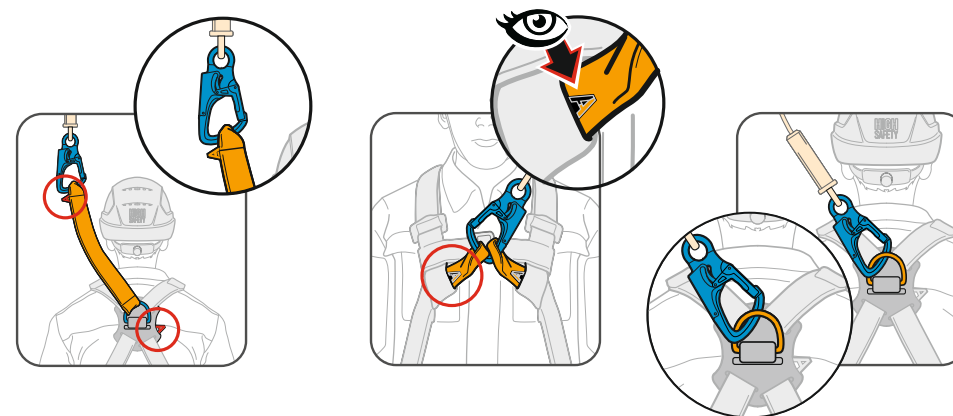

Рис. 13 Соединение СЗВТ KLĚN с точками крепления на привязи.
4. Соединить СЗВТ карабином с запорной блокировкой защелки с точкой крепления привязи с маркировкой «А» (буква «А» должна быть полностью закрашена) (рис. 13) или соединив одновременно с двумя точками крепления, обозначенными половиной буквы «А».
6. Соединить СЗВТ карабином класса Т с точкой крепления привязи с маркировкой «А» (буква «А» должна быть полностью закрашена) (**рис. 13**) или соединив одновременно с двумя точками крепления, обозначенными половиной буквы «А».